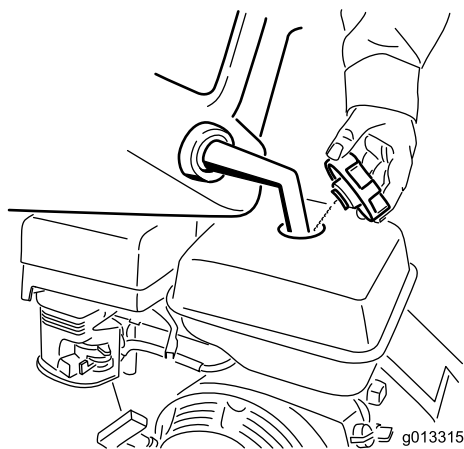

Figura 14
3. Limpie alrededor del tapón del depósito de combustible y retire el tapón (Figura 14).